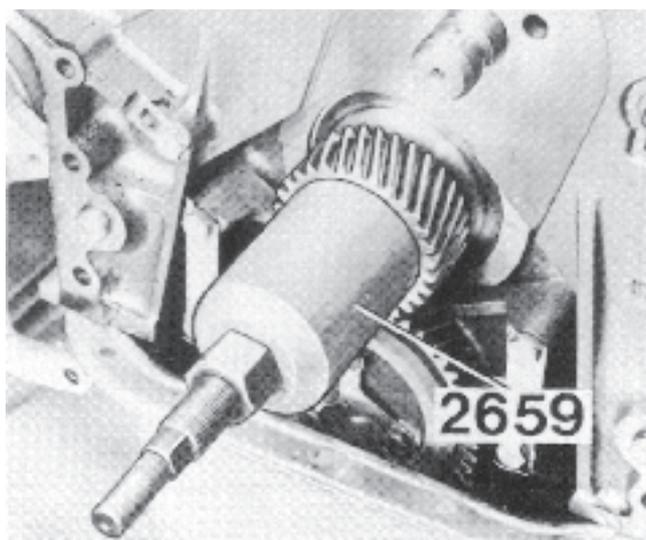

Fig. 74. Montage du pignon de vilebrequin
1. S'assurer que la clavette du vilebrequin a été remise en place. Remonter le pignon de vilebrequin en se servant de l'outil 2659, figure 74.